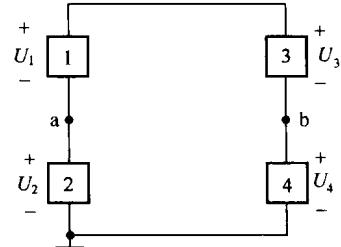

图 1-6 例 1-1 图
**例 1-1** 如图 1-6 所示，已知  $U_1 = 20V$ ,  $U_2 = 25V$ ,  $U_3 = 30V$ ,  $U_4 = 15V$ 。求  $V_a$ 、 $V_b$  及  $U_{ab}$ 。